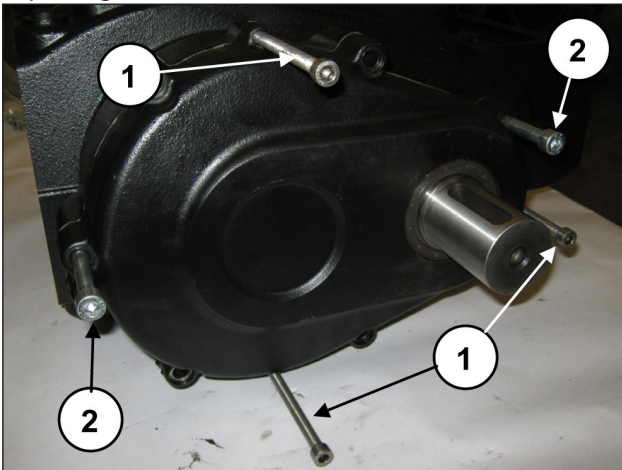

Fig. 5
Placer 3 goujons ou vis filetées M8 (rep. ①, Fig. 5) faisant office d'extracteurs, dans les orifices prévus à cet effet et deux vis M10 suffisamment longues servant à soutenir le couvercle (rep. ②, Fig. 5).